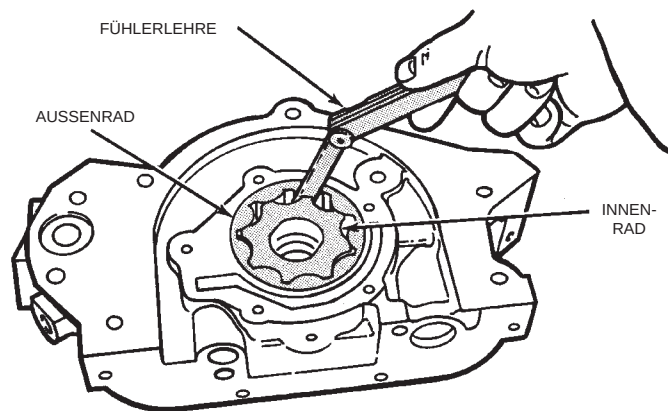

Abb. 118 Messen des Spiels zwischen den Pumpenrädern
(6) Innenrad in das Pumpengehäuse legen. Ist das Spiel zwischen Innen- und Außenrad (Abb. 118) größer als 0,20 mm (0,008 Zoll), beide Pumpenräder austauschen.